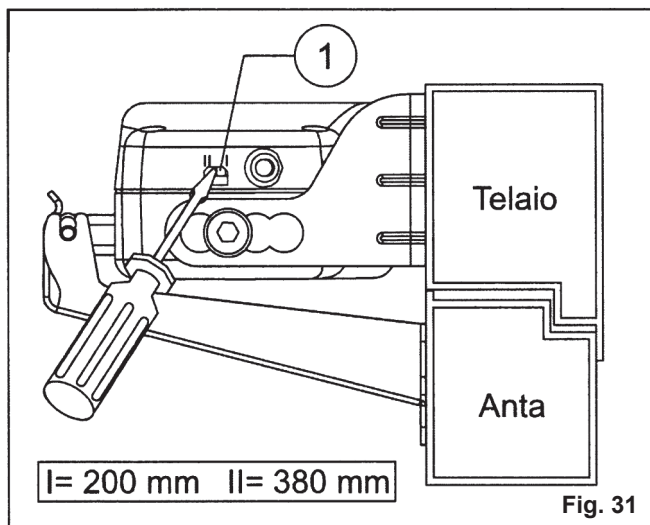

Fig. 31
9) Fig. 31/32 - Regolare la corsa di apertura tramite lo switch, posto sul lato DX dell'attuatore, in base all'apertura dell'anta e fissare la vite di regolazione del terminale catena;